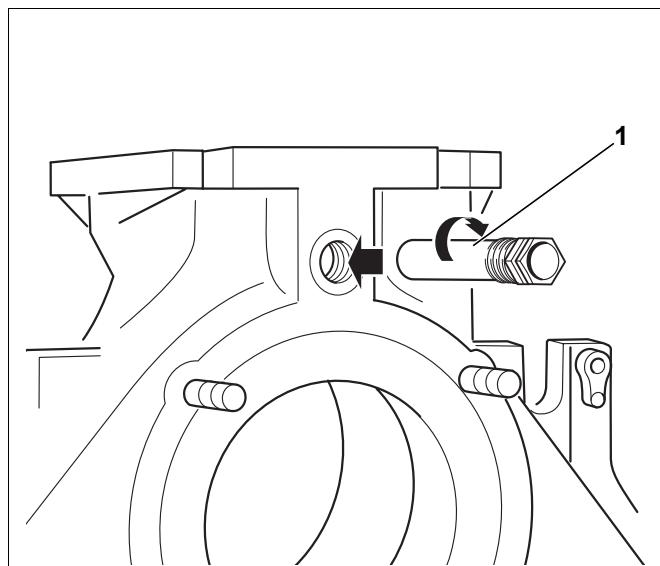

Fig. 25 Montaggio del pozzetto ad immersione
- ▶ Ermetizzare il pozzetto ad immersione R $\frac{3}{4}$ dal lato posteriore della caldaia (lunghezza: 110 mm) nel foro filettato R $\frac{3}{4}$ dell'attacco di mandata (fig. 25, [1]).